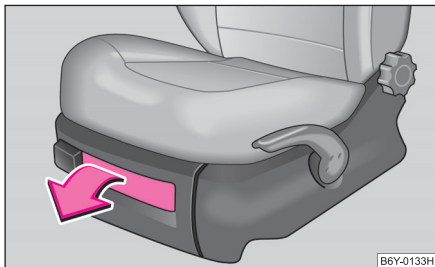

Abb. 98 Vordersitz: Ablagefach
- Zum Öffnen der Klappe Verschluss ankippen und Klappe aufziehen ⇒ Abb. 98.